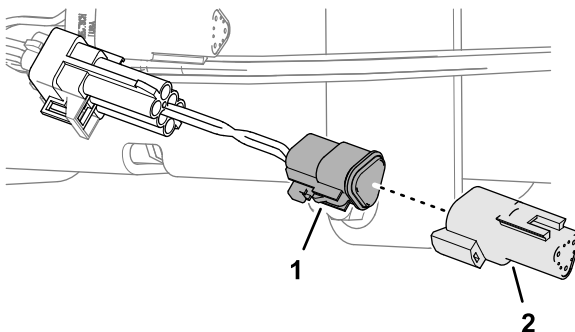

Figura 181
- Enchufe la resistencia que retiró en Retirada de la resistencia de terminación \(página 82\) el conector hembra de 3 vías del arnés adaptador (Figura 181).